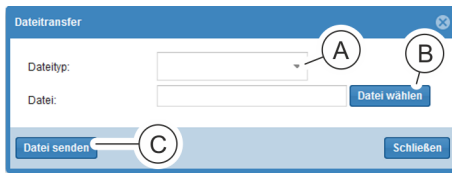

Abb. 178: Fenster "Dateitransfer"
3. Über das Auswahlménü (Abb. 178/A) den Dateityp "Update" auswählen.
4. Über die Schaltfläche „Datei auswählen“ (Abb. 178/B) eine Datei für das Update auswählen.
5. Über die Schaltfläche „Datei senden“ (Abb. 178/C) das Update auf die PDU hochladen.